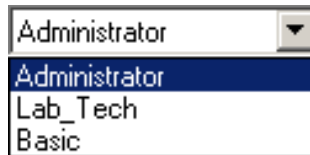

Figura 3-4 Roles Pre-Definidos
- Selección de un **Rol** con permisos pre-definidos en el menú desplegable Rol (Figura 3-4)